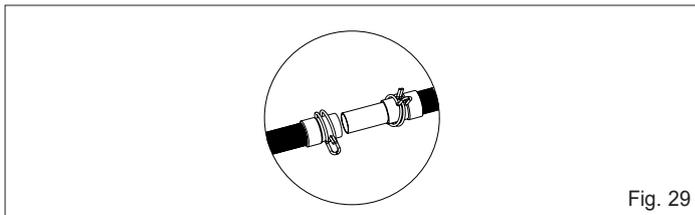

Fig. 29
- Collegare il tubo scarico condensa proveniente dalla caldaia al rispettivo proveniente dal modulo e bloccare con le fascette stringi tubo (fig. 29)